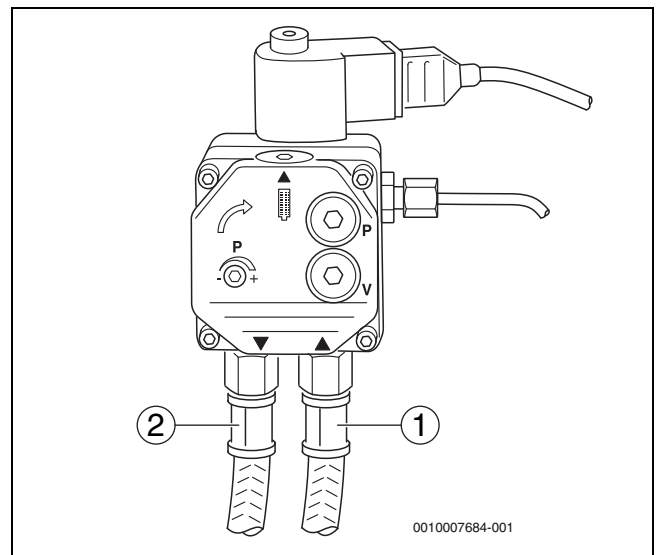

Bild 18 Ölpumpe – Danfoss
- ▶ Darauf achten, dass beim Anschließen der Ölversorgungseinrichtung Ölansaug- und Rücklaufleitung nicht vertauscht werden (→ Bild 18 und 19).